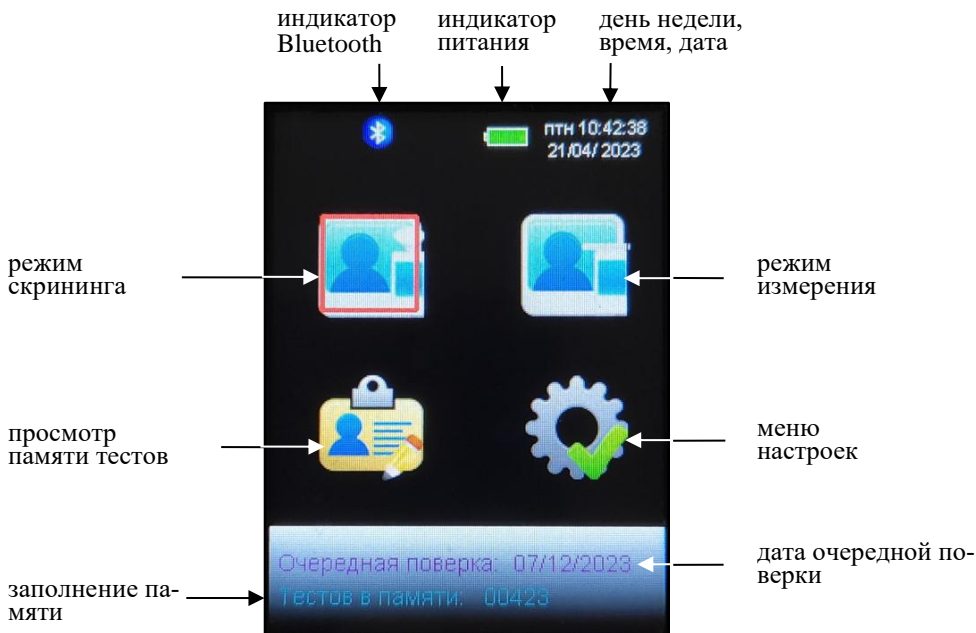

Рисунок 5 – Главное меню анализатора
2.2.1 Включение анализатора производится нажатием на кнопку включения/выключения, удерживая ее до звукового сигнала (около 3-х секунд). При этом на экране появляется заставка с сокращенным обозначением анализатора и номером версии ПО, проводится автотестирование, после этого на экране появляется главное меню анализатора (рисунок 5).
2.3.1 Главное меню анализатора состоит из 4 пунктов-иконок и индикаторов, информирующих об уровне напряжения питания, текущем времени и дате, соединении с термопринтером (или внешним устройством) по Bluetooth, также в главном меню отображается дата очередной поверки и сведения о заполнении памяти (рисунок 5).
(рисунок 5) выберите пункт-иконку . На сенсорном экране появится меню «**НАСТРОЙКИ**», состоящее из трех пунктов, предназначенных для перехода в соответствующие меню (рисунок 6).
Вход в окно «Установки Дата, Время» также можно выполнить, нажав на область в правом верхнем углу экрана в главном меню анализатора, где отображаются текущие дата и время (рисунок 5).